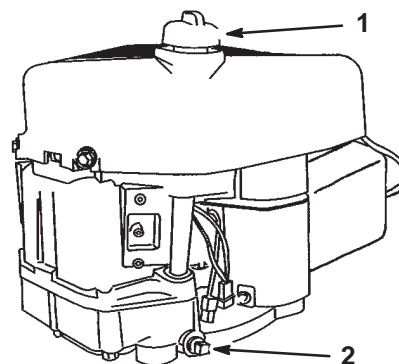

Bild 13
- 8.** Reinigen Sie den Bereich um den Ölpeilstab herum (Bild 13), damit kein Schmutz in den Einfüllstutzen gelangen und so den Motor beschädigen kann.